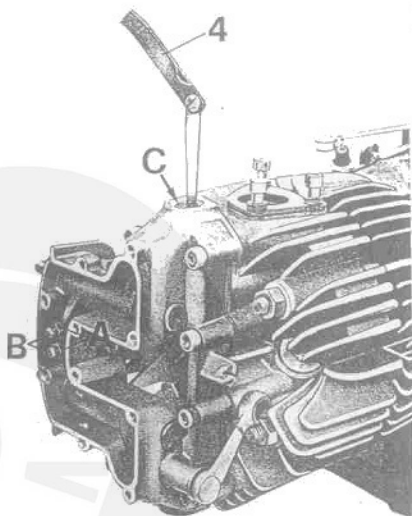
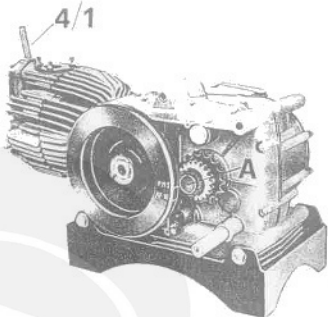

Fig. 61
Fig. 63
REGOLAZIONE GIUOCO TRA BILANCIERI E VALVOLE (vedere fig. 61)
Il controllo del giuoco va effettuato usando apposito spessimetro n° 12909090 (4 di fig. 61) che attraverso il foro (C) deve essere inserito tra la valvola ed il bilanciere.
(Vedere fig. 61 - 63 - 113/1)
(a fine fase di compressione, con valvole chiuse) si trovi in corrispondenza al foro di centraggio (A di fig. 63) sul manicotto dentato.
svitare la vite di registro (B di fig. 61) dopo aver allentato il dado (A di fig. 61) sul bilanciamento aspirazione, infilare uno spessore di mm. 2 (4/1 di fig. 63) tra lo stelo della valvola e il bilanciere. Il gioco esatto si ha quando agendo sulla vite di registro (B di fig. 61) lo spessore comincia ad indurirsi leggermente;
- ruotare di nuovo il volano in senso orario (350°) fino a che il segno « AF 10 » stampato sul volano stesso coincida con il foro di centraggio (A di fig. 63).
- svitare la vite di registro (B di fig. 61) dopo aver allentato il dado (A di fig. 61) sul bilanciamento aspirazione, infilare lo spessore di mm. 2 (4/1 di fig. 63) tra lo stelo della valvola e il bilanciere. Il gioco esatto si ha quando agendo sulla vite di registro (B di fig. 61) lo spessore incomincia ad indurirsi leggermente;
Per determinare esattamente il punto in cui avviene l'inizio apertura della valvola di aspirazione, occorrerà ruotare il volano con delicatezza fino a sentirne l'indurimento dello stesso. A questo punto controllare che i segni « AF10 » sul volano e il foro di centraggio « A » di fig. 63 sul manicotto dentato o la freccia (A) dell'attrezzo n° 32 di fig. 113/1 coincidano.